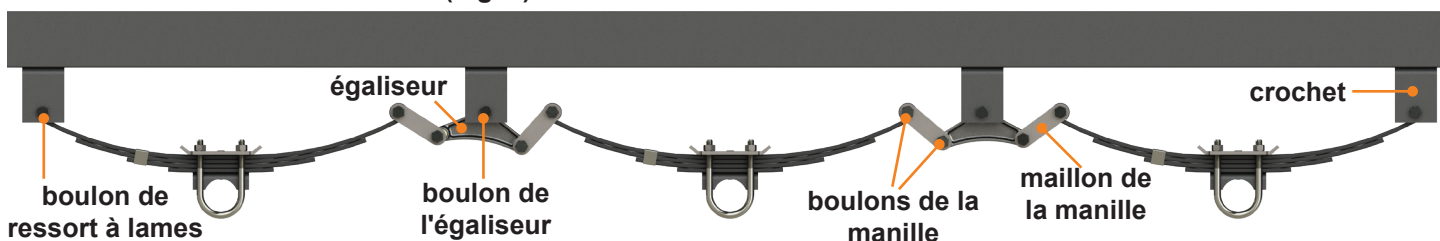

Fig. 6
5. À l'aide d'un pistolet à percussion ou d'une clé appropriée, desserrez l'écrou du boulon de l'égaliseur et les écrous des boulons de la manille (**Fig. 6**).
7. L'assemblage du lien de la manille avec les boulons de la manille (**Fig. 6**) doit être retiré des oeilletons du ressort à lames.